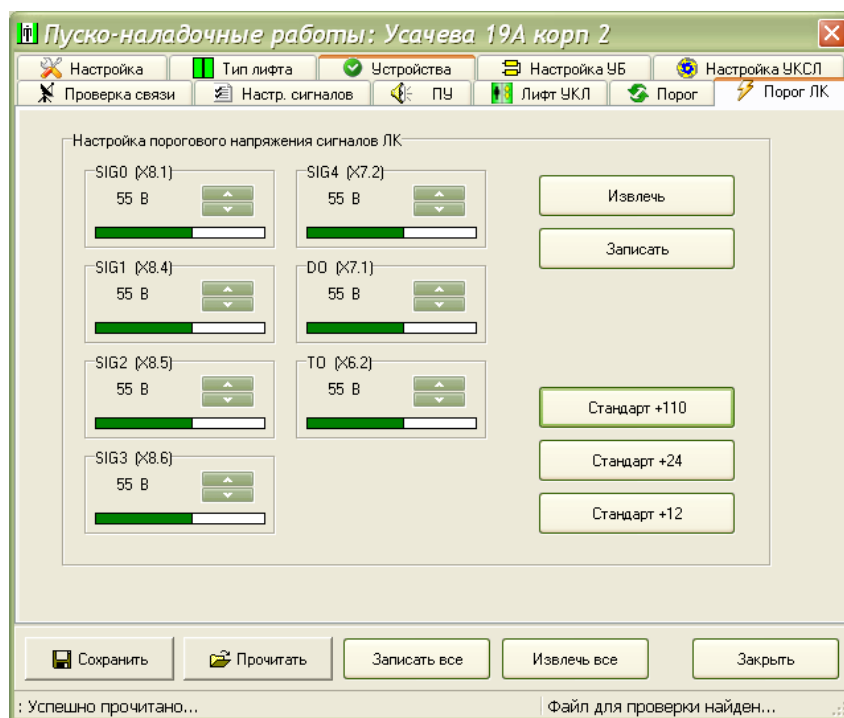

Рисунок 62
8) На вкладке «Порог ЛК» в окне «Пусконаладка» установить пороговые уровни напряжения для сигналов лифтового шкафа в соответствии с напряжением питания лифтового шкафа, например, для лифта с напряжением 110В нажать кнопку «Стандарт +110» (рисунок 62). Затем записать настройки в КЛН кнопкой «Записать». В нижней строке окна должна появиться надпись «Успешно записано». Для сохранения настройки на жестком диске компьютера однократно нажать мышкой кнопку «Сохранить». Далее в появившемся окне нажать кнопку «ОК».